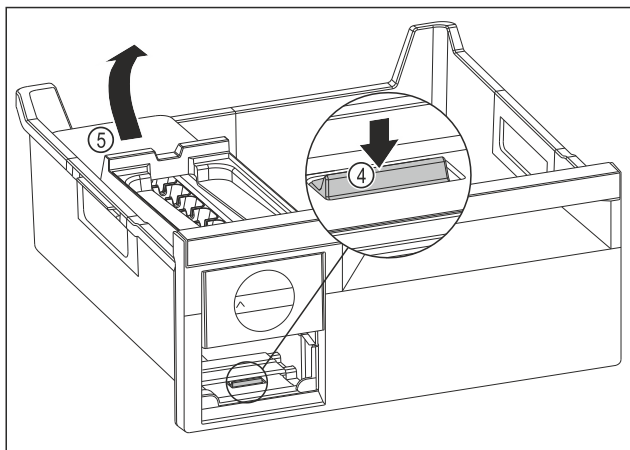

Fig. 105
- EasyTwist-Ice-Korpus entnehmen: Lasche Fig. 105 (4) mit Finger nach unten drücken und gleichzeitig mit der anderen Hand den EasyTwist-Ice-Korpus Fig. 105 (5) von hinten anheben.